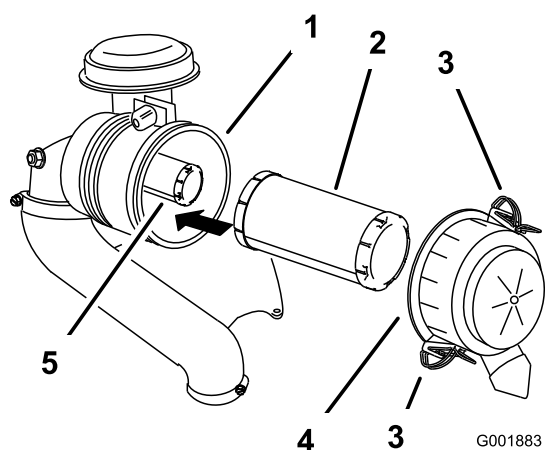

Figura 41
3. Eliberezi elementele de fixare ale filtrului de aer și îndepărtezi capacul filtrului de aer (Figura 41).
- Glisai uor filtrul primar din corpul filtrului de aer (Figura 41).
- Dacă înlocuiți filtrul interior, glisai-l cu atenție în corpul filtrului (Figura 41).
- Glisai cu atenție filtrul primar peste filtrul de siguranță (Figura 41).
- Montați capacul filtrului de aer și fixați-l cu elementele de fixare (Figura 41).